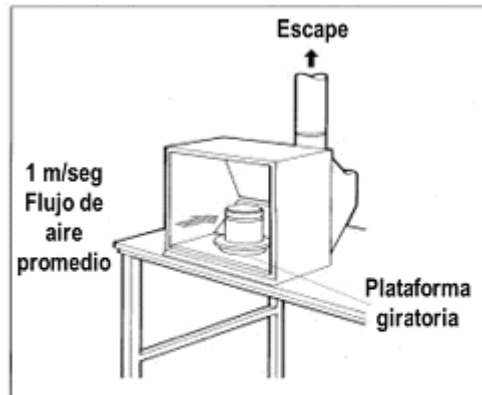

Figura 1
- 1) Contar con una cabina con el tamaño suficiente para contener el equipo y materiales y que abarque totalmente el área de trabajo (Véase, figura 1).